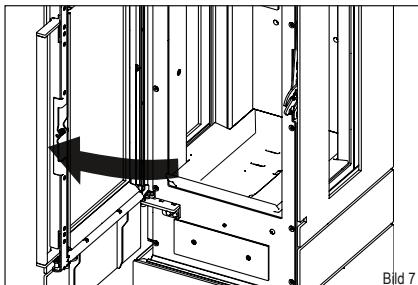

Bild 7
- ▶ Öffnen Sie die Bedienungstür (Bild 7).